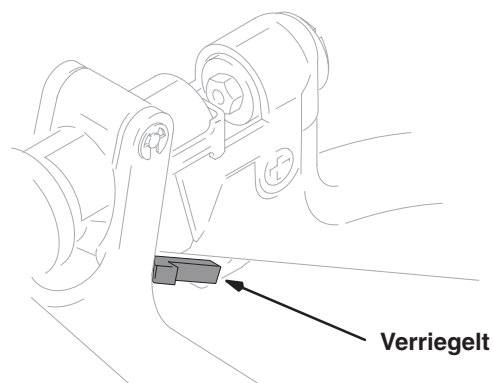

Abb. 1
1. Zum Verriegeln der Abzugssperre den Abzug loslassen und die Abzugssperre zum Abzug hin drehen; siehe Abb. 1.